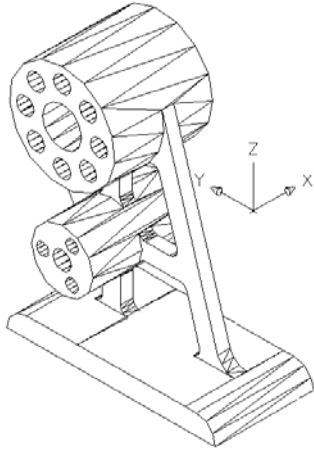

Рис. 16
Формируем из окружностей твердотельные модели цилиндров с отверстиями высотой 80мм, а из левого контура твердотельную модель плиты высотой тоже 80мм методом «выдавливания». Из пяти ребер формируем твердотельную модель ажурной стойки толщиной 10мм также методом «выдавливания» (рис. 16).
**\_union**) (см. рис. 16).**